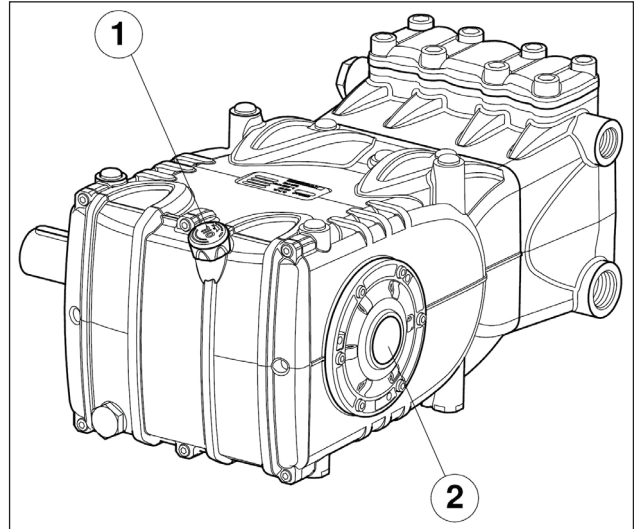

Abb. 14
5. Der Ölstand im Pumpengehäuse korrekt ist, u.z. über den entsprechenden Messstab (Abb. 14, Pos. ①) und ausnahmsweise am Schauglas (Abb. 14, Pos. ②).